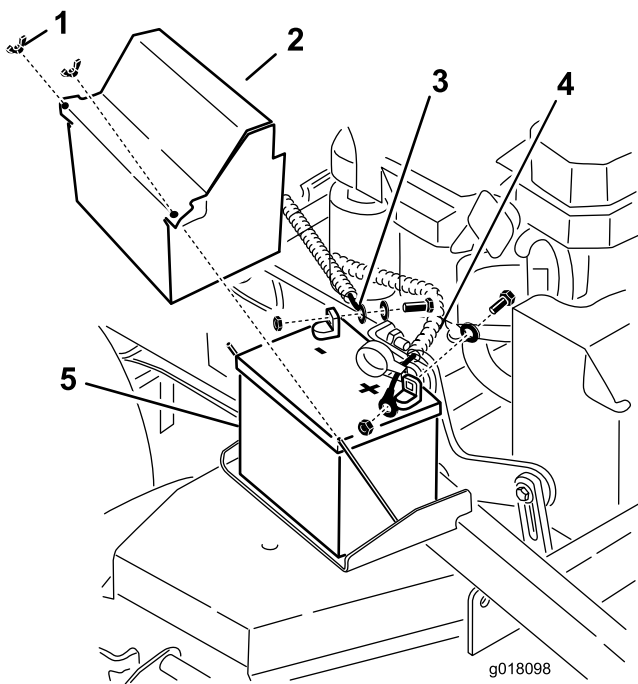

Figure 53
3. Enlevez le capuchon en caoutchouc noir qui protège le câble négatif. Débranchez le câble négatif de la batterie de la borne négative (-) de la batterie (Figure 53).
4. Enlevez le capuchon rouge de la borne positive (rouge) de la batterie. Débranchez ensuite le câble positif (rouge) de la batterie (Figure 53).
5. Déposez la plaque de maintien de la batterie (Figure 53) et enlevez la batterie.
1. Placez la batterie sur la machine (Figure 53).
3. Commencez par relier le câble positif (rouge) à la borne positive (+) de la batterie avec un écrou, une rondelle et un boulon (Figure 53). Glissez le capuchon de caoutchouc sur la borne de la batterie.
4. Reliez ensuite le câble négatif et le câble de masse à la borne négative (-) de la batterie avec un écrou, une rondelle et un boulon (Figure 53). Glissez le capuchon de caoutchouc sur la borne de la batterie.